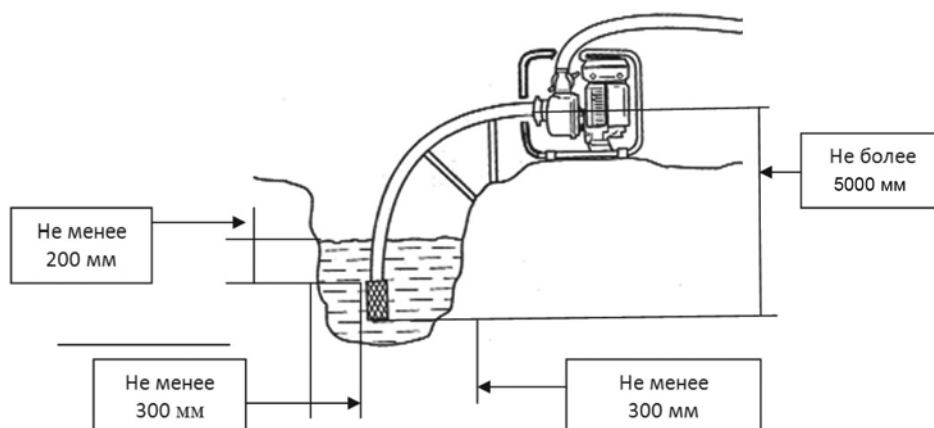

Рис. 6
1. Установите мотопомпу вблизи водоема (емкости) на твердую ровную горизонтальную поверхность, опустите фильтр всасывающего рукава в водоем (емкость), обеспечив вертикальное положение фильтра. При установке фильтра соблюдайте все необходимые расстояния, как показано на **Рис. 6**.